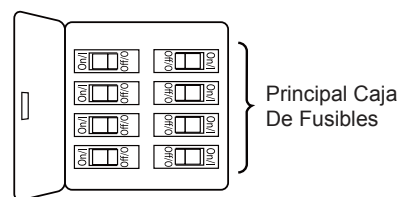

Figura 1
Uso de perfil bajo (Figura 1)
1. Extraiga la pieza de la bola colgante de la unidad de la bola colgante / varilla aflojando el tornillo de presión de la bola colgante hasta que la bola se libere de la varilla. Retire el pasador del barral y luego extraiga la semiesfera. Conserve el pasador y la semiesfera para su reinstalación en el Paso 6. (Figura 1)
Para evitar una posible descarga eléctrica, asegúrese de cortar la alimentación eléctrica de la caja de fusibles principal antes de colgar el ventilador. (Figura 1)
1. Para configurar el código de unidad del receptor. Deslice los interruptores de código a las mismas posiciones que en el transmisor. (Figura 1)
1. Instale la cubierta rotando la ranura clave en la cubierta sobre el tornillo de hombro del soporte del gancho, teniendo cuidado de no pillar los cables. Fije el tornillo de hombro. Instale adecuadamente y fije el segundo tornillo de hombro que fue anteriormente guardado. (Figura 1)
1. Instale la ensambles de vidrio por enhebrar en una dirección en sentido horario. (Figura 1)
1. **IMPORTANTE:** El uso de un regulador de la intensidad completa (no incluido) para controlar la velocidad del ventilador dañará el dispositivo. Para reducir el riesgo de incendio o descarga eléctrica, no utilice dicho regulador para controlar la velocidad del ventilador. (Figura 1)